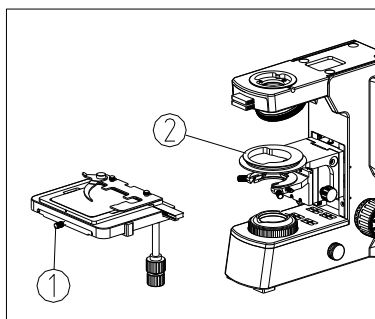

图 10
- (1) 把载物台上的固定螺钉①完全松开。（如图 10）
- (2) 小心地把载物台底面的两个 V 形扣对准托架上圆孔中心偏后的位置，套入托架上的 V 形圆槽②内，然后再拧紧固定螺钉①。